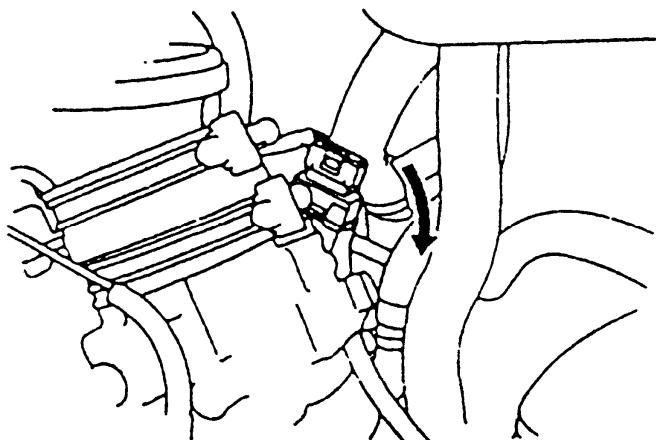

图 3-32 顺时针转动节气门位置传感器
(5) 检查怠速位置开关在 ON 时的车况资料 (DATA LIST)，1 号端子与 2 号端子之间应导通。
(6) 如图 3-32 所示，顺时针方向缓慢旋转节气门位置传感器，直到怠速开关位置信号由 ON 转成 OFF 时停止 (1 号端子与 2 号端子不导通的那一点位置为止)。在此位置下锁紧节气门位置传感器的固定螺栓。